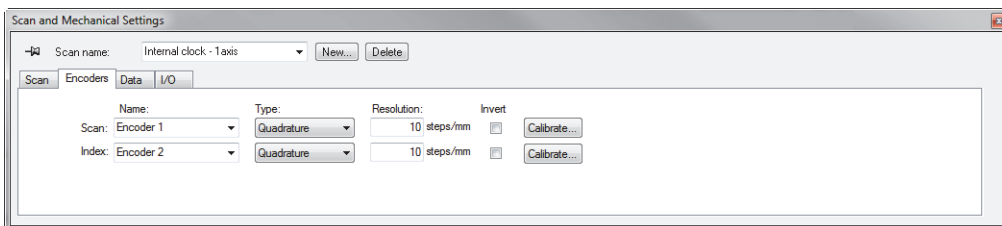

図 5-14 Encoded - 2 axis スキャンタイプの [Scan and Mechanical Settings] ダイアログボックスの [Encoders] タブ
3. [Encoders] タブ (178 ページの図 5-14) で、次の手順に従います。